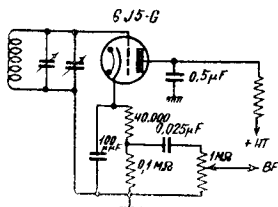

Fig. 4. — Un nouveau détecteur à haute fidélité.
a) Un nouveau détecteur à haute fidélité (figure 4).
sur la figure 4 est précédé par un étage à amplification directe qui couvre une bande de réception extrêmement large; en outre, il faut tenir compte du fait que le niveau d'entrée sur la grille de la 6J5 G est faible et par suite celle-ci ne peut jamais devenir positive. Par suite, la résistance de charge sur le circuit accordé de détection est en pratique voisine de l'infini. Le circuit plaque est parfaitement filtré afin qu'il n'y ait pas d'influence sur la tension d'alimentation.